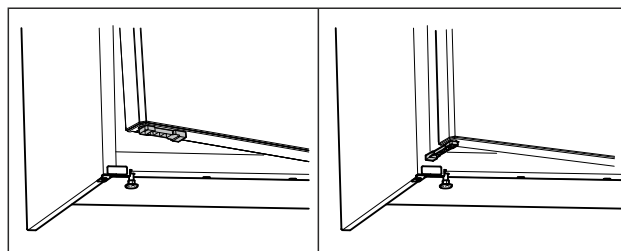

Fig. 68 *
- ▶ Vrid dörröppningsbegränsare i 90°. (se Fig. 68) *